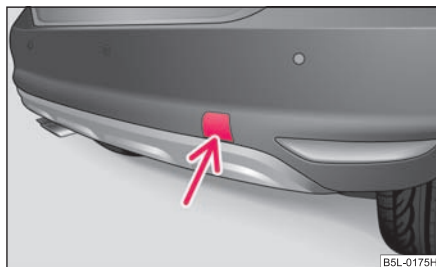

Fig. 230 Paragolpes trasero: desmontar la cubierta
- Sacar la cubierta del paragolpes trasero ⇒ fig. 230.